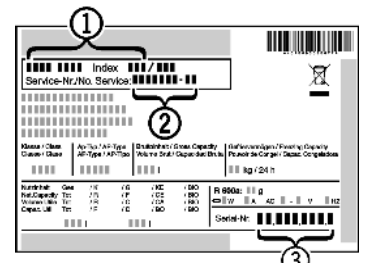

Fig. 56
- ▶ Označení přístroje Fig. 56 (1), servisní číslo Fig. 56 (2) a sériové číslo Fig. 56 (3) naleznete na typovém štítku. Identifikační typový štítek je umístěn na levé vnitřní stěně přístroje.